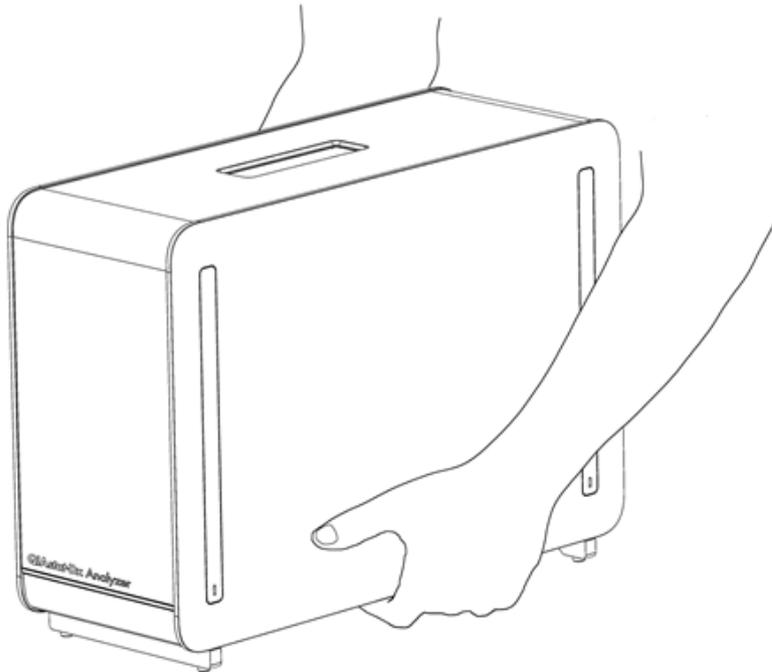

Figura 14. Trattamento corretto del modulo analitico.
**Nota:** il modulo analitico deve essere sollevato e maneggiato prendendolo dalla base con due mani, come mostrato nella Figura 14.